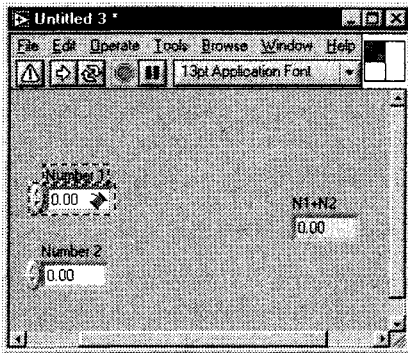

Рис. 5.17
2. Щелкните мышью по элементу управления или индикатору, который должен быть назначен выбранному терминалу. Этот элемент окаймляется движущейся пунктирной линией (рис. 5.17).